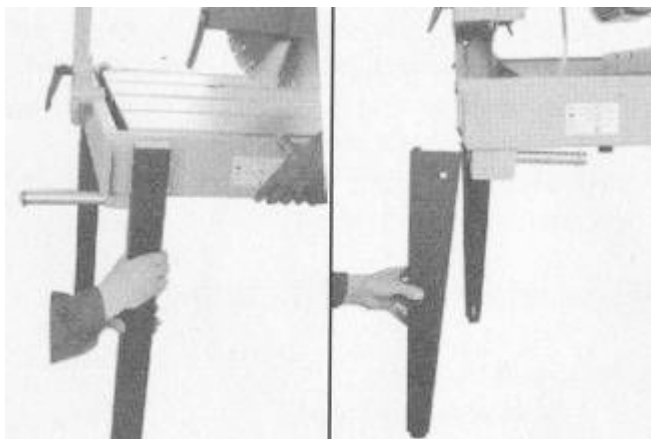
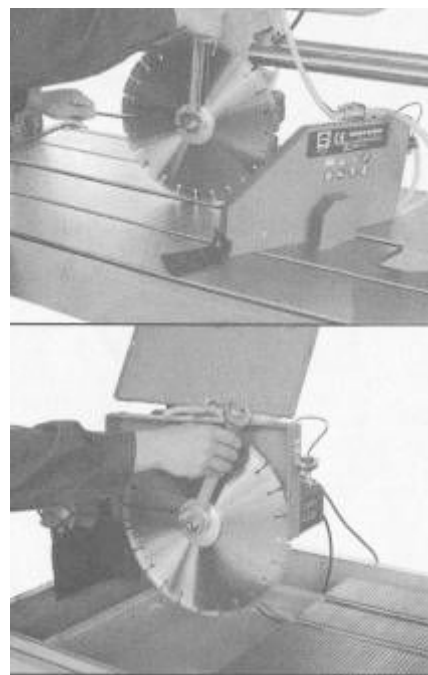

Рисунок 3.
Рисунок 4.
4.3. Монтаж (см. рис.4).
Приподнимите станок, установите четыре ножки станка (см. рис. 3). Установите станок на ножки. Установите защитный кожух отрезного диска, предварительно сняв переднюю крышку кожуха. Установите и закрепите отрезной диск (см. рис. 4). Закрепите переднюю крышку защитного кожуха.